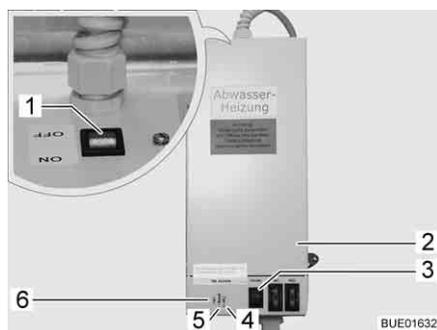

Fig. 209 Transformador com aparelho de regulação
Dependendo do modelo, o transformador 230 V AC/12 V DC (Fig. 209,2) está instalado no roupeiro ou na arca da sala.
- A luz piloto (Fig. 209,5) acende-se com luz verde: Regulador em funcionamento.
- Luzes piloto (Fig. 209,4 e 6) acesas com luz vermelha: As tubagens das águas residuais são aquecidas.
Na carcaça está integrado um botão de teste (Fig. 209,3), com o qual o aparelho de regulação pode ser posto a funcionar por pouco tempo. Premindo o botão de teste, pode-se testar a função de aquecimento, mesmo se a temperatura ambiente estiver acima de 5 °C.
- Colocar o interruptor (Fig. 209,1) no transformador (Fig. 209,2) em "ON".
- Colocar o interruptor (Fig. 209,1) no transformador (Fig. 209,2) em "OFF".